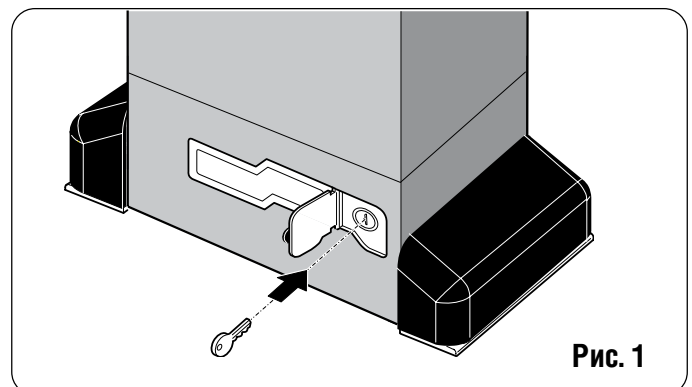

Рис. 1
- 1) Ключом в замке отпирается защитная дверца, как показано на рис. 1.